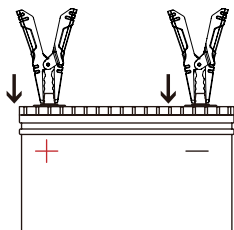

Figura 2.2.1
2. Conecta las pinzas a los terminales correspondientes de la batería, es decir, la pinza roja al positivo (+) y la pinza negra al negativo (-). Consulta la Figura 2.2.1